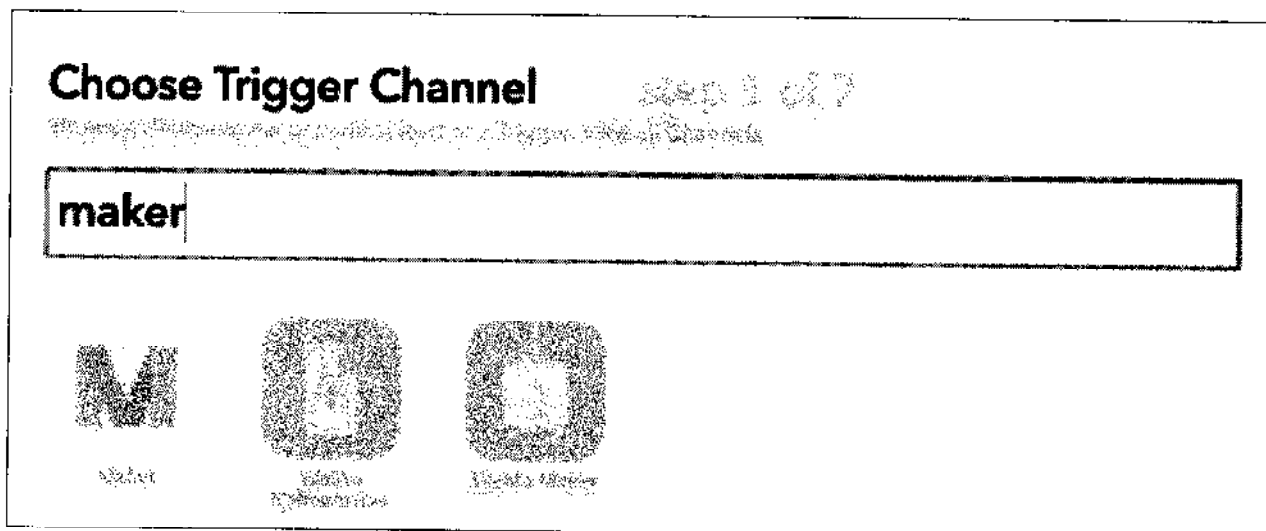

Рис. 8.8. Выбираем канал обработчика триггера
2. Затем создайте новое правило и выберите канал **Maker** в качестве обработчика триггера (рис. 8.8). Мы используем канал **Maker**, потому что он позволяет задействовать сервис IFTTT в пользовательских проектах, аналогичных нашим.